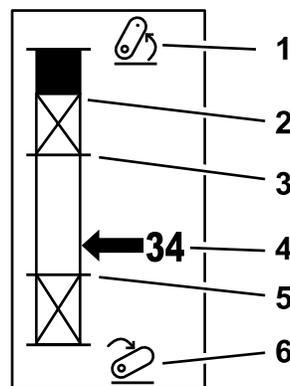

Рисунок 22
2. Запустите машину Outcross и перейдите циклически по экранам на дисплее состояния, чтобы вывести отображение высоты 3-точечной навески (Рисунок 22).
3. Переместите 3-точечную навеску вверх или вниз и запишите параметры навески в транспортном положении, положении разворота, максимальном рабочем положении и минимальном рабочем положении (Рисунок 22).
навесное оборудование на максимально допустимую высоту или на максимальный угол для выключенного вала механизма отбора мощности – в зависимости от того, что произойдет раньше. Отметьте высоту на экране дисплея состояния и введите ее в настройку параметра на экране инфо-центра (Рисунок 22).
Этот параметр необходим только для навесного оборудования, подсоединенного к 3-точечной навеске и включаемого подрулевым переключателем. Его настройка представляет собой автоматическое положение 3-точечной навески, когда навесное оборудование находится в положении для разворота или поднимается для объезда препятствия. Установите эту точку, подняв навесное оборудование, подсоединенное к 3-точечной навеске, и убедитесь, что поднятое навесное оборудование не повреждает естественные впадины травяного покрова. Отметьте высоту на экране дисплея состояния и введите ее в настройку параметра на экране инфо-центра (Рисунок 22).
Поднимите навесное оборудование в самую высокую допустимую точку и отметьте положение по высоте на экране дисплея состояния, введите это значение в настройку параметра на экране дисплея инфо-центра (Рисунок 22).
Опустите навесное оборудование в самую нижнюю допустимую точку и отметьте положение по высоте на экране дисплея состояния, введите это значение в настройку параметра на экране дисплея инфо-центра (Рисунок 22).